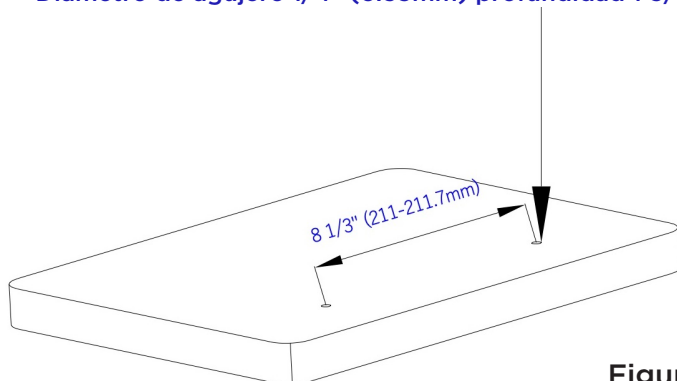

Figura 2
PASO 2: Utilice un lápiz para marcar dos agujeros para taladrar en la cubierta y asegurar la alarma, alineando las marcas con agujeros en la izquierda y la derecha del cabezal de la carrocería de la alarma. Refiérase a la **Figura 2** para el espaciado correcto.
PASO 3: Taladre los agujeros en las marcas que hizo anteriormente con un taladro de albañilería de 1/4". Refiérase a la **Figura 2** para taladrar los agujeros con una profundidad de 1.75". Para llegar a la profundidad correcta, mida 1.75" desde la punta del taladro y marque con un punto con la cinta adhesiva. Deje de taladrar cuando la cubierta este al nivel de la cinta adhesiva. Remueva el polvo y otros desechos del agujero. Remueva las tuercas y los limpiadores del ancla del montaje e inserte las anclas de montaje en los agujeros ya taladrados. Para montar en una cubierta de madera o en una barra de metal, utilice los tornillos incluidos en el paquete.